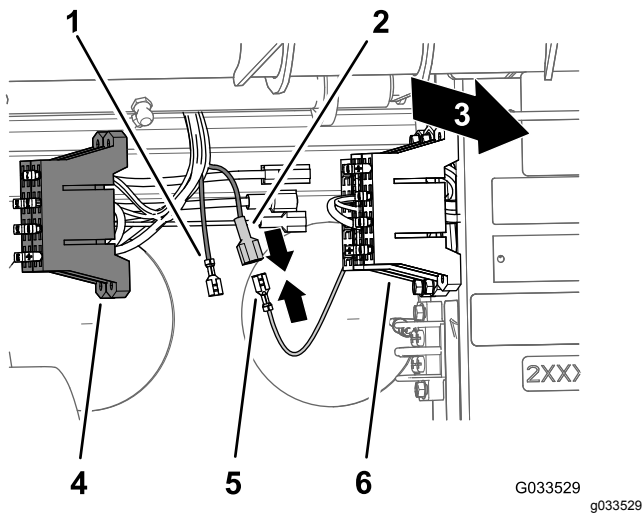

Bild 25
am Sicherungsblock der Maschine und den isolierten Flachstecker am Ende des gelben, optionalen Stromkabels am Sicherungsblock des Sprühfahrzeugkabels (**Bild 25**).
3. Stecken Sie den nicht isolierten Anschluss des Sicherungskastens für die Maschine in den isolierten Flachstecker des Sicherungskastens des Sprühfahrzeugs (**Bild 25**).